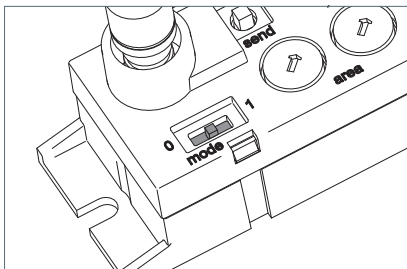

Fig. 6: Übertragung aktiviert.
- Schieben Sie den Schiebeschalter „mode“ auf Position **1**, siehe Fig. 6.